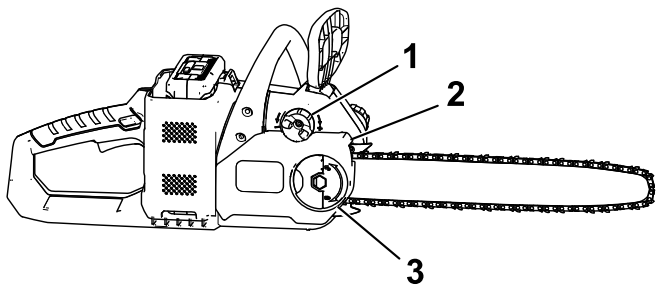

Figura 29
5. Serrate il dado ad alette fino a quando è ben stretto (Figura 29).
2. Rimuovete il dado ad alette che fissa il carter (Figura 29).
- Allentate la catena girando la relativa vite di messa in tensione in senso antiorario (Figura 29).